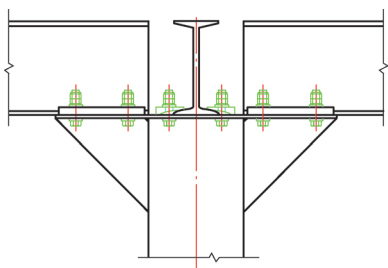

图3 立柱顶端与横梁的连接
3) 立柱顶端与横梁的连接, 采用专用压板通过M16mm×70mm高强螺栓联接, 双螺母锁紧(见图3)。